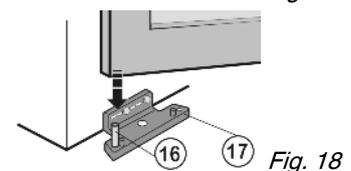

Fig. 18
- ▶ Placer la porte en bas sur le pivot *Fig. 18 (16)*.